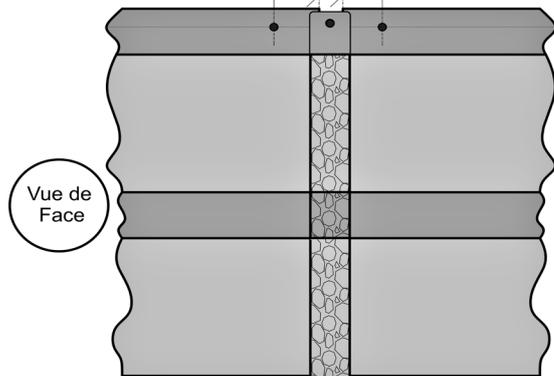

Fig.15b
- Pour la pose horizontale : A l'aide d'une moulure de joint en laissant un jeu de 10 mm entre les deux lames, ne pas couper les moulures de joint (fig.15b et 15c).